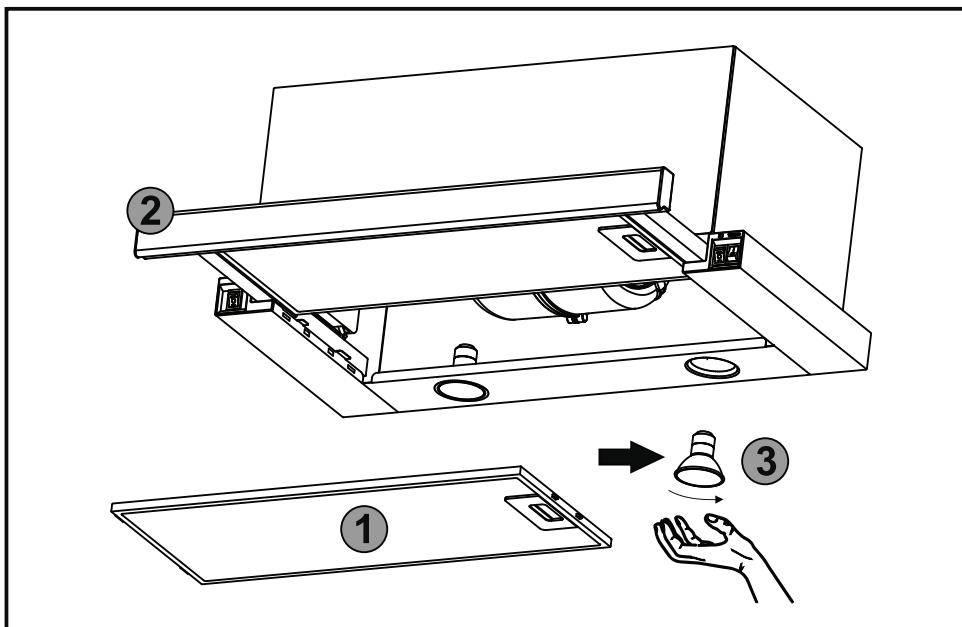

Рис.7
**8.9** На вытяжке установлены **HALOGEN / LED** лампы подсветки рабочей зоны плиты. Перед началом замены ламп освещения необходимо отключить вытяжку от электросети, дать возможность охладить лампам. Для замены лампы необходимо снять алюминиевый фильтр **1**, вытянуть шухляду выдвижную **2**, отжать держателя патрона на себя, чтобы лампа **3** вышла из корпуса вытяжки, удерживая держатель патрона, слегка надавить на лампу в направлении патрона и, повернув ее против часовой стрелки, вынуть из корпуса вытяжки (**рис.7**).